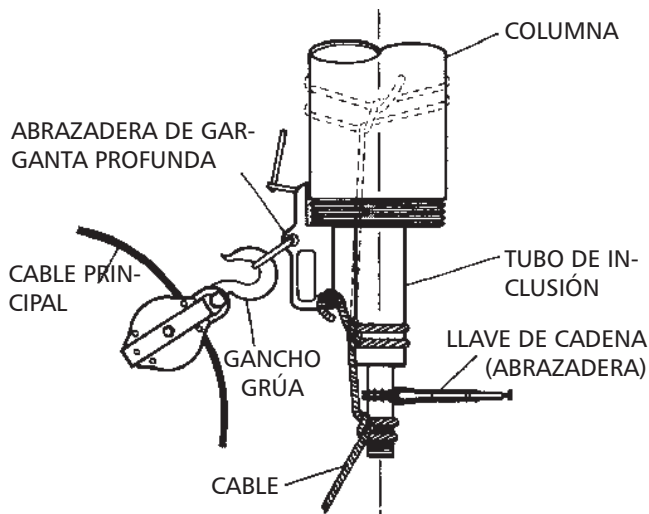

Figura 6
1. Inserte las secciones de tubo (654) y árbol (646) en la sección de la columna.
2. Coloque una abrazadera de carga cerca de la parte superior de la columna justo debajo y empalme firmemente con el acoplamiento del caño de la columna (645). Para columnas bridadas, coloque la abrazadera de carga justo debajo de la brida.
3. Fije una eslinga al gancho de la grúa. Fije la parte inferior del árbol (646) a la columna (644) al atar un cable de cola a la abrazadera de garganta profunda fijada a la parte inferior de la columna. (Vea la Figura 6). Amarre un nudo ballestrinque o medio nudo doble alrededor del tubo de inclusión y luego, alrededor del árbol en el área roscada. La Figura 6 también muestra el método alternativo (líneas punteadas).